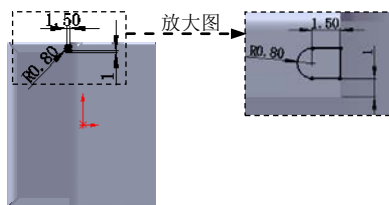

图 9.39 横断面草图
② 定义横断面草图。在草图环境中绘制图 9.39 所示的横断面草图。
(3) 定义切除深度属性。在“切除—拉伸”对话框的 **方向1** 区域的下拉列表中选择 **给定深度** 选项, 选中 ☒ **与厚度相等(L)** 复选框与 ☒ **正交切除(N)** 复选框, 其他采用系统默认设置值。
(4) 单击 按钮, 完成切除—拉伸 3 的创建。